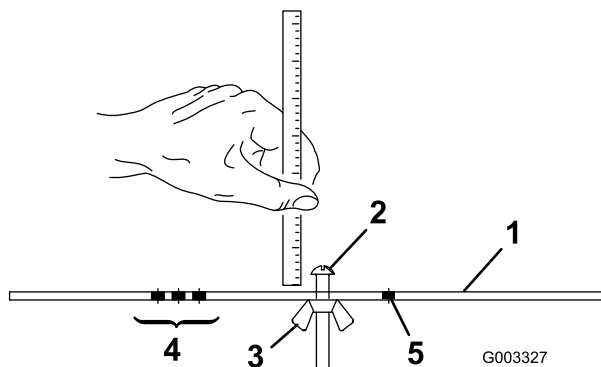

図 17
2. ゲージバー図 17のナットをゆるめ、調整ネジを希望の刈り高に合わせる。ネジ頭の下からバーの表面までの距離が刈り高となる。